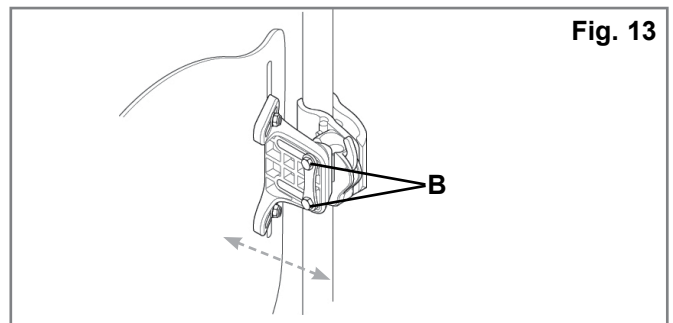

Fig. 13
- Lösen Sie die linken und rechten Muttern (Fig. 13-B) an den Klammerschlitz, um Tiefe und Winkel des J3 Rückens einzustellen.
- Ziehen Sie nach Einstellung der Tiefe und des Winkels die Muttern fest an. Das empfohlene Drehmoment beträgt 100 - 110 in-lbs. (11,3 - 12,4 Nm). Achten Sie darauf, dass keine der Tiefeneinstellmutter (Fig. 13-B) verrutscht oder verdreht ist.